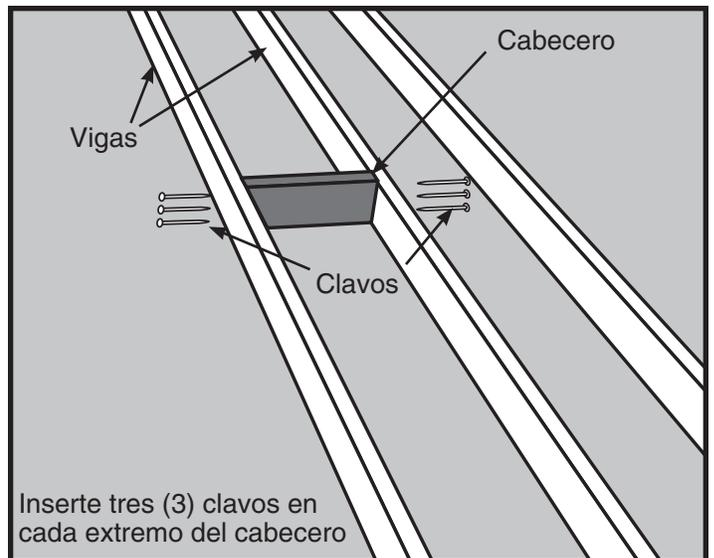

Figura 12
**PASO 3.** Coloque uno de estos cabeceros en un extremo de la ubicación elegida (vea la Figura 12). El cabecero debe ajustar perfectamente entre las vigas.
**PASO 4.** Ponga el cabecero a escuadra respecto a una viga e inserte tres (3) clavos 16d en el cabecero, a través de la viga. Verifique la escuadra e inserte tres (3) clavos 16d en el cabecero, a través de la otra viga (vea la Figura 12). **Es muy importante que la tabla utilizada como cabecero esté verticalmente a plomo y horizontalmente a escuadra con las vigas laterales.**